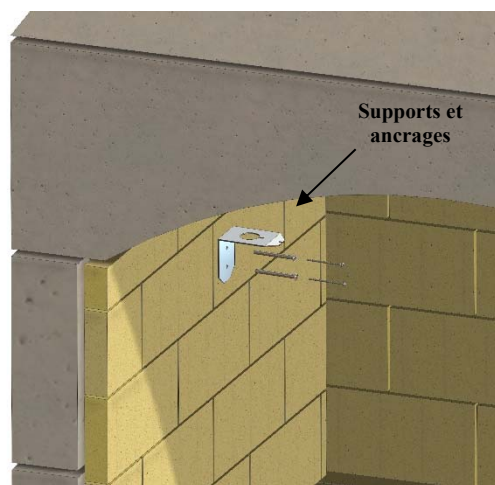

Figure 29. Installer le support et les an-
C. Installez le support vers l'avant du foyer mur, à environ 20 pouces au-dessus du plancher de la chambre de combustion. Le support capturera le câble de commande du clapet. Utilisez une mèche de maçonnerie de 1/4" pour éviter les fissures dans les briques réfractaires. Voir la Figure 29.